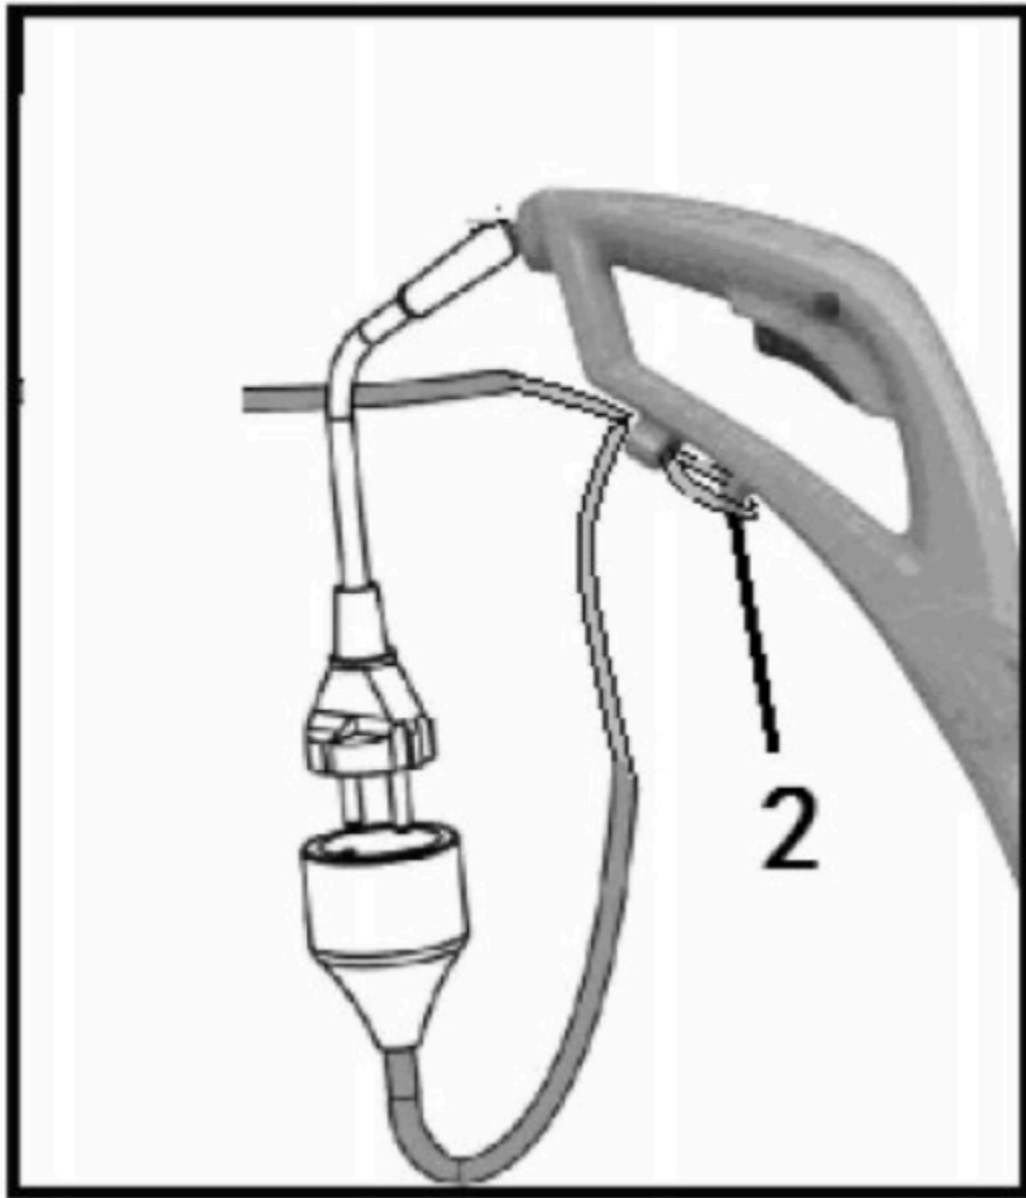

fig. 5
Puneți capăt cârlig, limitându cablu, într-o buclă (2) și verificați dacă este apăsat, pentru a nu el a încetinit în timpul utilizării mașinii de tuns (fig.5).